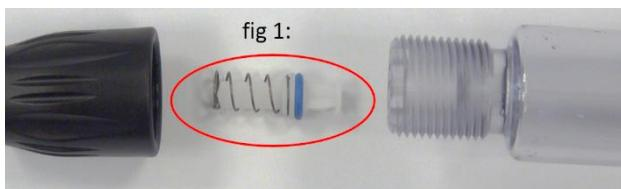

fig 1:
- fig 1: En cas d' ECO-MATIC® avec un volume de 12,5 ml et 30 ml, tirer la valve incl. ressort et joint torique vers l'avant contre une petite opposition. Ne pas tirer sur le ressort !
- fig 1: En cas d'ECO-MATIC® avec un volume de 12,5 ml et 30 ml, mettre la valve incl. ressort et joint Torique dans le cylindre et laisser enclencher contre une petite opposition.